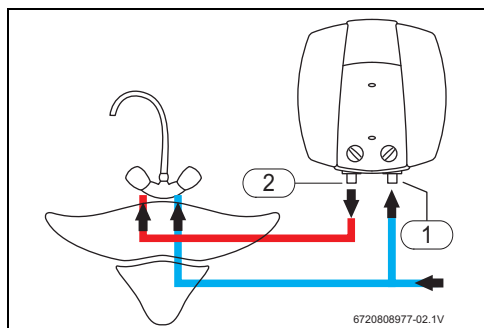

Fig. 7 Installation sur le lavabo
- ▶ Marquer les conduites d'eau froide et d'eau chaude de manière conforme pour éviter de les intervertir (fig. 7 et 8).